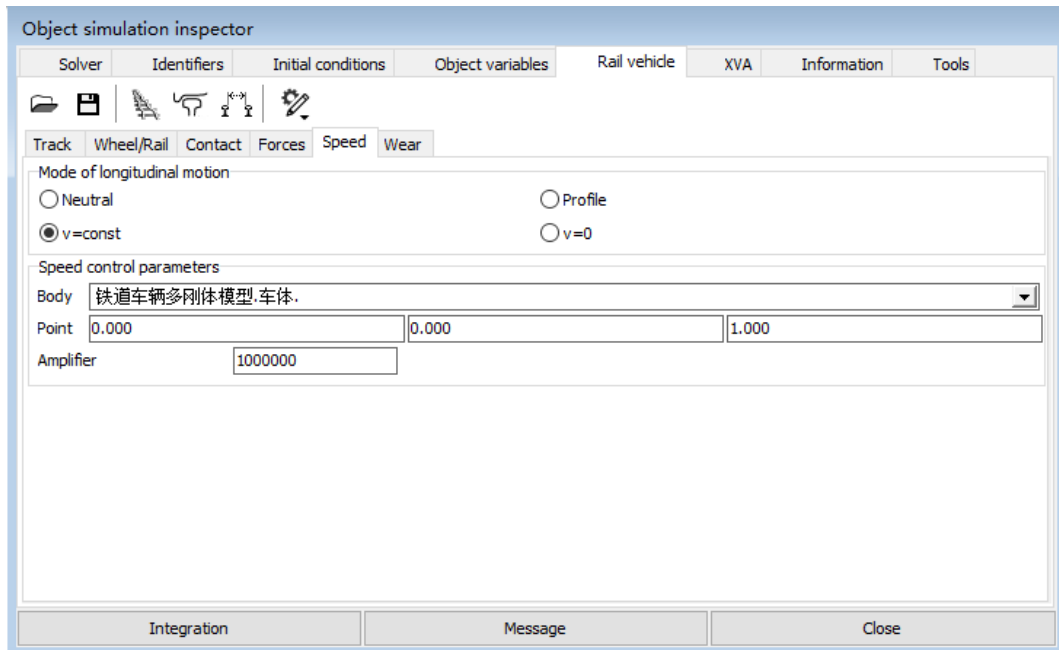

图 3-44
- 9) 切换到 **Rail vehicle** → **Speed** 页面，选择匀速模式 **v=const**，并设置速度控制力作用于**车体**，如图 3-44。